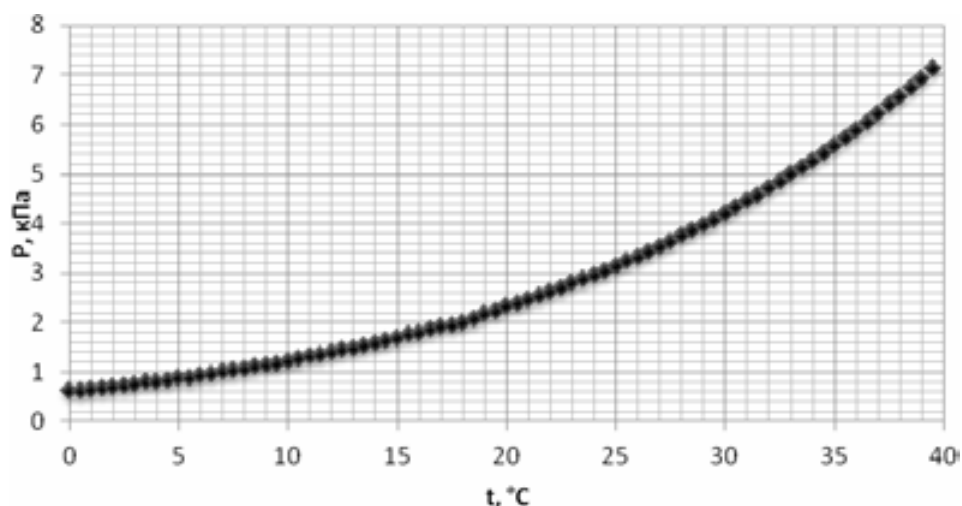

Рис. 2. График зависимости давления насыщенного водяного пара от температуры
- Сравните полученные данные с зависимостью давления насыщенного пара воды от температуры по справочным данным (Таблица 1, Рис. 2).